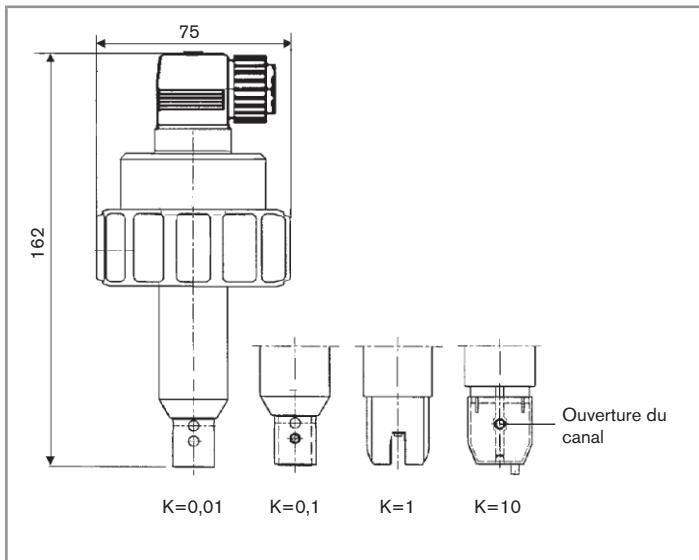

Fig. 2 : Dimensions de l'appareil [mm]
- Pour l'électrode de constante K=10, orienter l'ouverture du canal (voir Fig. 2, chap. 6.3) face au fluide.